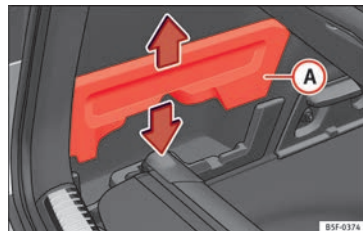

Fig. 165 En el maletero: alojamiento para guardar la bandeja portaobjetos.
- Extraiga las tapas »» **fig. 165 A** izquierda y derecha.